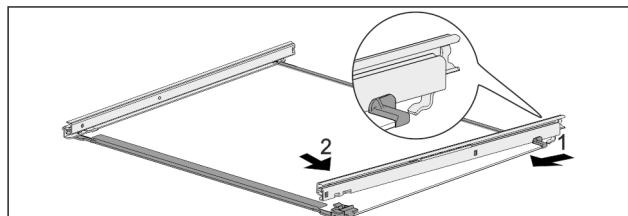

Fig. 123 Стеклянная пластина с направляющими
- Зацепите направляющую сзади. Fig. 123 (1)
- Зашелкните направляющую спереди. Fig. 123 (2)